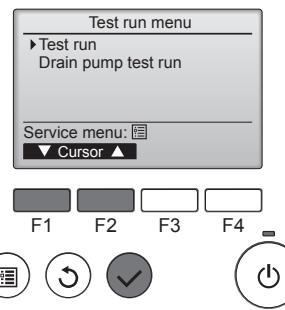

Fig. 7-4
④ Selecteer "Test run" (Proefdraaien) met de functietoets [F1] of [F2] en druk op de toets ④. (Fig. 7-4)